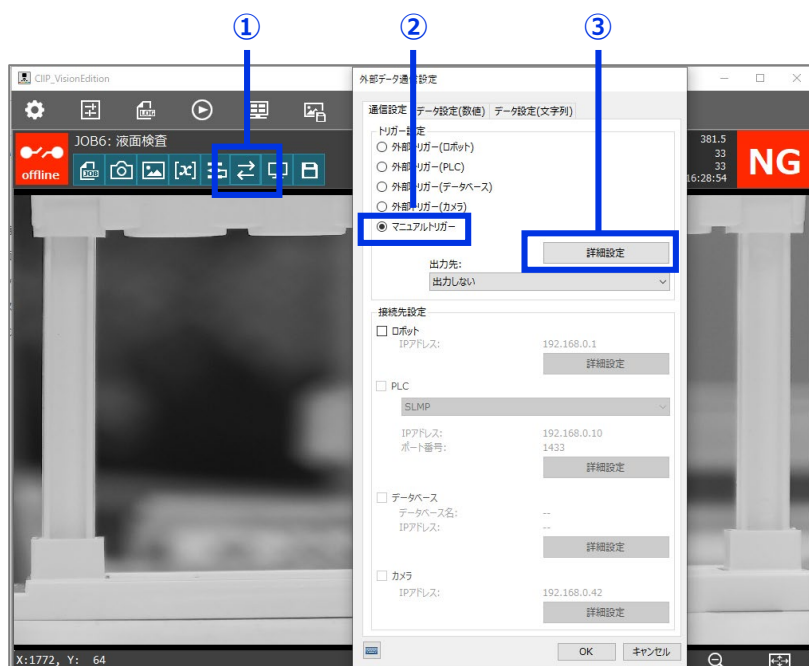

図11
- 1 メイン画面上の①「外部データ通信設定」ボタンを押します。「トリガー設定」で②「マニュアルトリガー」にチェックを入れ、③「詳細設定」ボタンをクリックします（図11）。